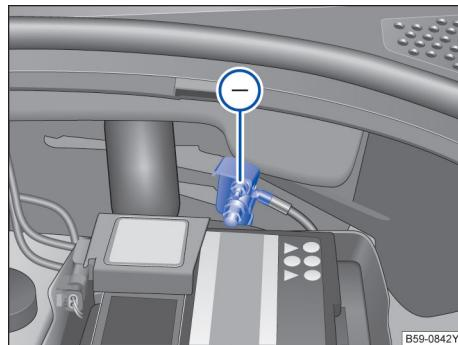

图 217 用于充电器负极连接的接地点
- 将红色电缆的一端连接到无电蓄电池 ① 的正极 **+** 上。
- 将黑色电缆的另一端(X)连接到无电蓄电池汽车发动机缸体上的螺栓连接金属部件上或发动机舱内的连接点上→图217, 连接点必须尽可能远离无电蓄电池(A)。
在利用外接电源对车辆蓄电池充电时,请勿将充电器的负极接在蓄电池的负极上,必须连接到发动机壳体上或发动机机舱内的接地点处→图217。